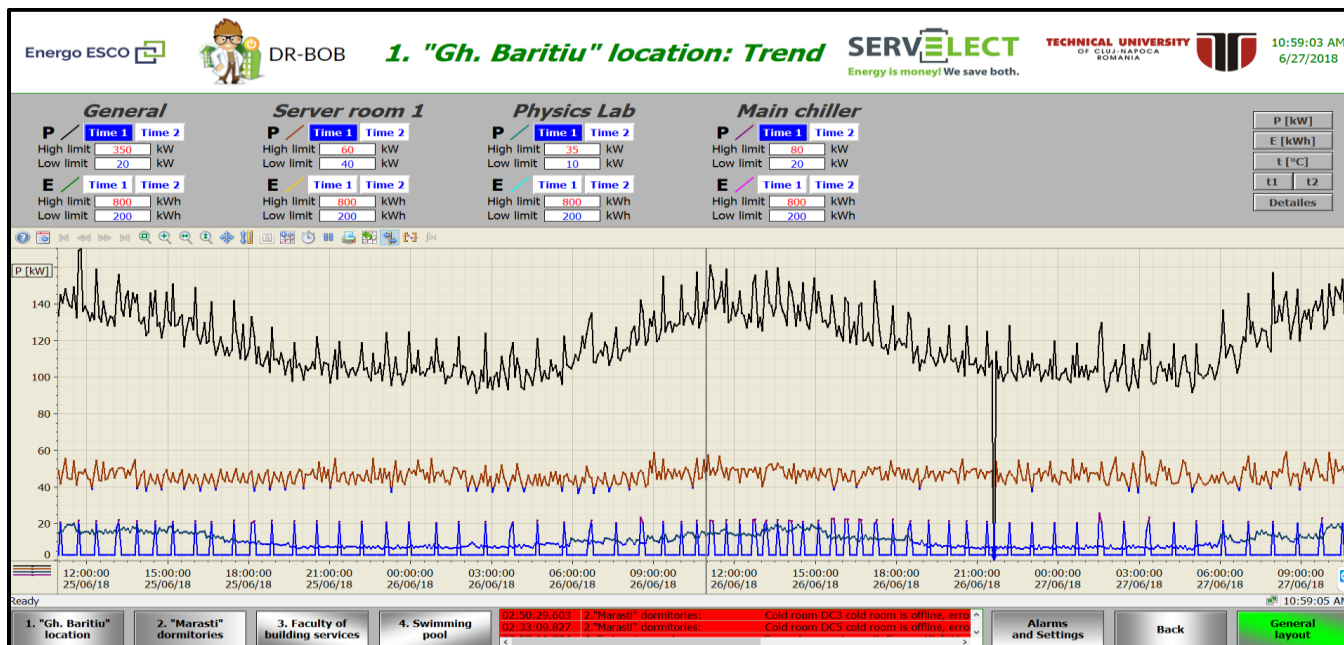

Fig.13. Grafic „Trends”
- 1) Trends → conduce spre fereastra din Fig.13.